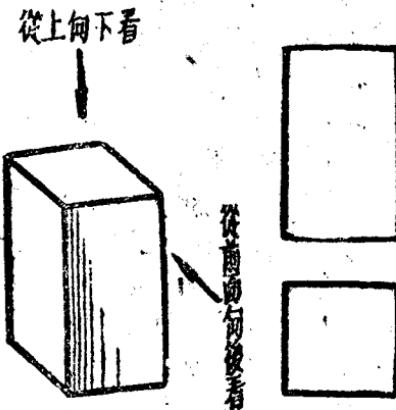

图 1
1. 粗实綫 它是用来画看得見的輪廓綫(如图1)。一个方柱从前面向后看，看到它的前面是一个长方形，我們画一个长方框来表示；再从它的上面向下看，看到它的頂面是正方形，我們画一个方框来表示。由于这些线条都是看得見的輪廓綫，所以，用粗实綫来画。实綫的粗細，这要根据图的简单和复杂程度来决定。一般粗